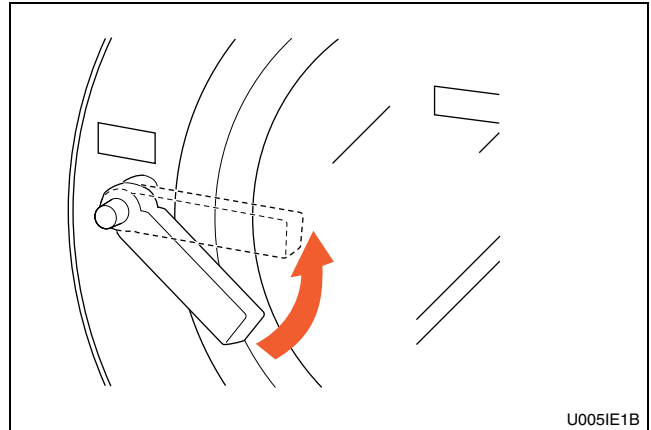

Figure 11
4. Fermer la porte et tourner la poignée dans le sens inverse des aiguilles d'une montre jusqu'au débloquage du bouton. Se reporter à la *Figure 11*.